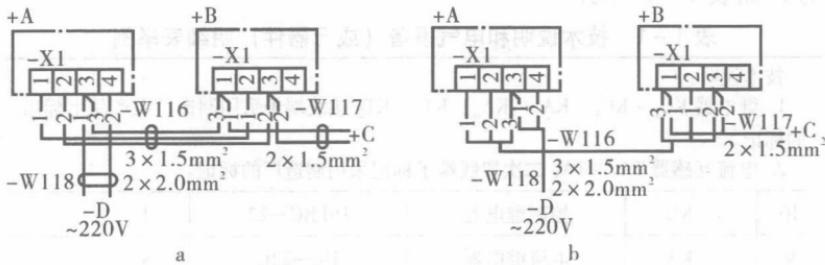

图 1-5 互连接线图举例
(3) 互连接线图：互连接线图表示不同单元之间的连接关系，如图 1-5 所示。